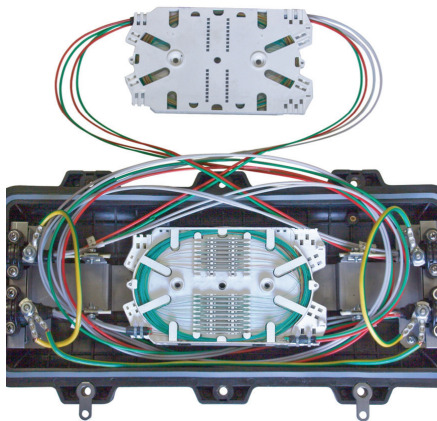

Рисунок 7
- 3** На кассеты № 2-7 (верхние) для обеспечения в ходе эксплуатации возможности извлечения из муфты каждой установленной кассеты 2...7 (рисунок 7) ОМ заводить на одну и ту же боковую стороны кассеты, с выкладкой запаса длины ОМ вокруг лотка в виде полупетли/петли (см. таблицу 2).